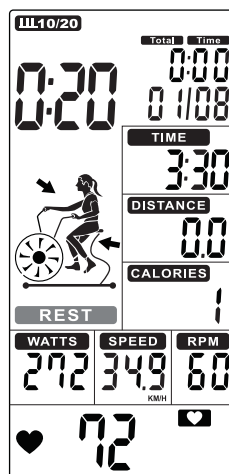
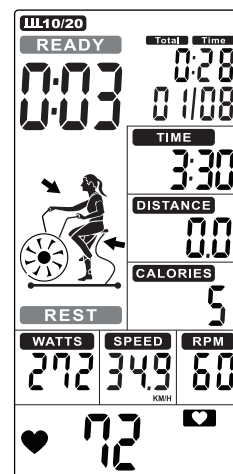

FIGURA 30
FIGURA 31
- O tempo de ciclo conta regressivamente de 10 a 0 e a palavra REST pisca uma vez por segundo junto com 10 bipes (Figura 30), enquanto a palavra READY pisca nos últimos 3s (Figura 31).